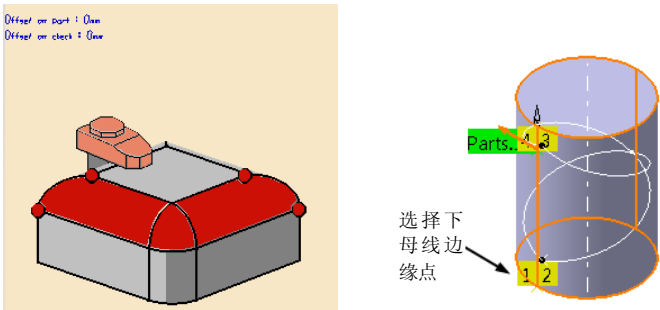

图 4-49 选择端点 (1)
● 单击“Isoparametric Machining.1”对话框中的端点感应区，在图形区选择端点 (1) 如图 4-49 所示，系统会自动选取其他 3 个端点，双击空白处返回。